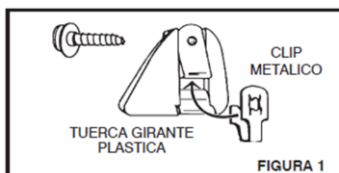

FIGURA 1
PASO 1 (FIGURA 1)
PASO 1 Remueva los 8 tornillos de la compuerta trasera instalados en la fábrica. (Marcados con una "X" en la FIGURA 1). Guárdelos para usarlos más adelante.
PASO 2 Centre la cubierta de la compuerta trasera (FIGURA 1) en la compuerta de la camioneta. Gire la cubierta en un ángulo y deslícela por debajo del borde de la cubierta de la baranda de la camioneta. Alinee los agujeros pretaladrados en la cubierta de la compuerta con los ocho agujeros de la compuerta de la camioneta.
1. Monte los sujetadores del Bedliner "Liner-Lok", deslizando el clip metálico sobre la tuerca girante plástica (Vea Figura 1).